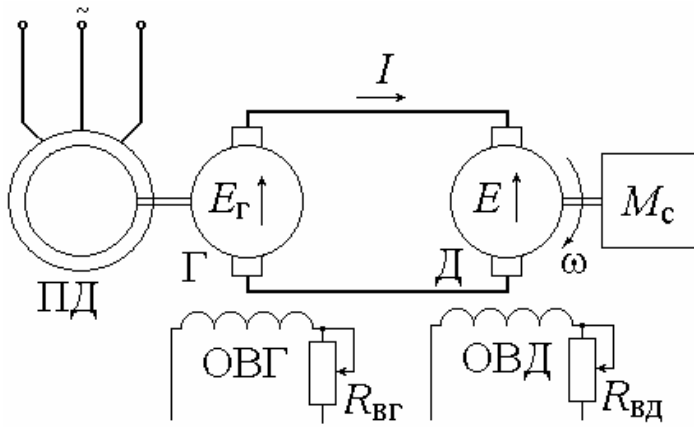

Рис.6. Электропривод по системе генератор-двигатель
**Задача 15.** Определить ЭДС генератора, питающего цепь якоря двигателя по схеме генератор -двигатель (Г-Д) (рис.6), для получения требуемой скорости двигателя при заданной нагрузке.
Схема и характеристики привода Г-Д приведены на рис.6, 7.
Данные машин системы Г-Д: генератор:  $U_{нг} = 220$  В;  $I_n = 40$  А;  $r_{яг} = 0,05$  Ом; двигатель:  $\omega_n = 90$  рад/с;  $U_{нд} = 220$  В;  $I_n = 40$  А;  $r_{яд} = 0,05$  Ом, характеристики даны на рис.6.